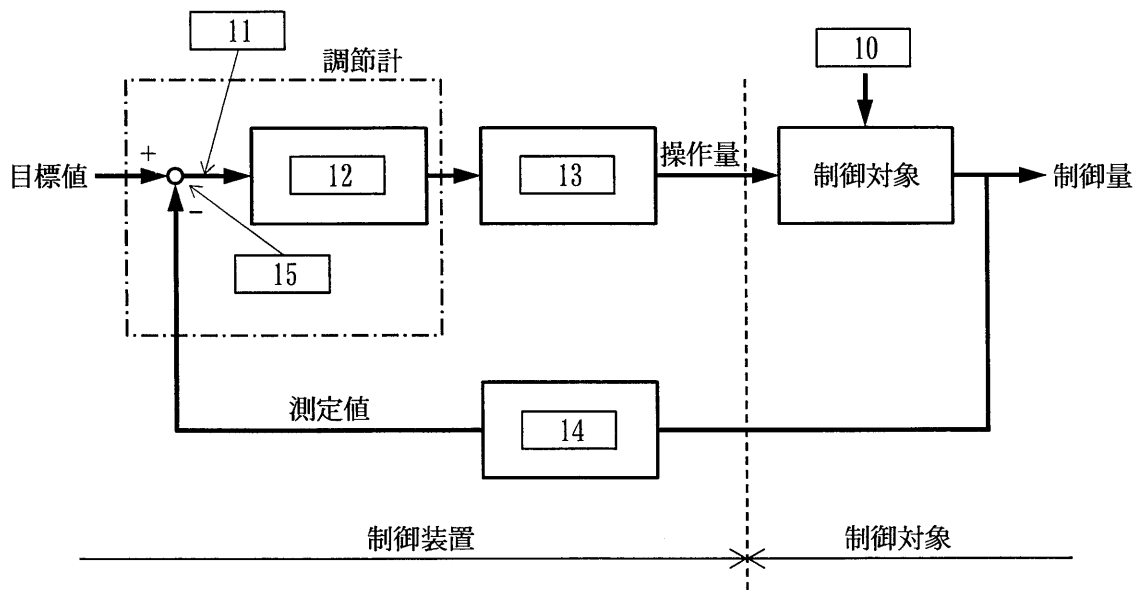

図2
4) 図1における温度制御及び流量制御の具体的な制御の仕組みは図2の構成になる。このような構成の制御系では、系が安定している時に目標値の変更や制御対象に **10** が与えられると、その影響で目標値と測定値の間に **11** が現われ、**12** はそれをなくす方向に制御出力を変化させる働きをする。その他、この制御系は **13**、**14**、**15** などで構成されている。このような構成の制御系を **16** 系と呼ぶ。